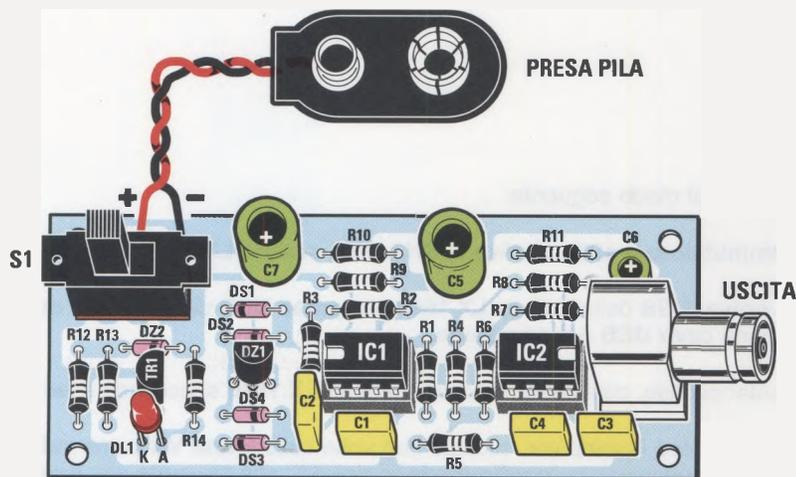

Fig.32 Disegno pratico del circuito del calibratore LX.1691.
Per misurare con precisione l'ampiezza di un segnale elettrico, come la sinusoide prodotta dal **generatore**, dovrete prima eseguire la **calibrazione** del vostro oscilloscopio e per questo dovrete procurarvi il **circuito di calibrazione LX.1691** pubblicato nella rivista **N.232** (vedi fig.32). Come vedrete, una volta eseguita, la calibrazione può essere **memorizzata** su un **apposito file** del vostro computer. In questo modo non sarà più necessario ripeterla, ma sarà **sufficiente** richiamarla ogni volta che riaccendete il computer.
- prendete il piccolo **circuito di calibrazione** siglato **LX.1691** che vedete riprodotto in fig.32. Questo circuito genera un'onda sinusoidale di **ampiezza costante**, pari a **1 Volt picco/picco**. La **frequenza** dell'onda prodotta dal circuito di calibrazione è di circa **1.200 Hz**.
Nota: chi dispone del **Minilab** nella versione "Advanced" e desidera eseguire l'esperienza di "misurare una sinusoide con l'oscilloscopio" descritta a pag.113, dovrà **richiedere a parte un cavo** con 2 BNC lungo 50 cm (cod. **RG1.05**), un **cavo** con BNC e due coccodrilli lungo 1 m (cod. **RG1.102**) e il kit del **circuito di calibrazione LX.1691** (vedi fig.32): per i relativi costi vi rimandiamo alla pag.95 della rivista **N.232**.